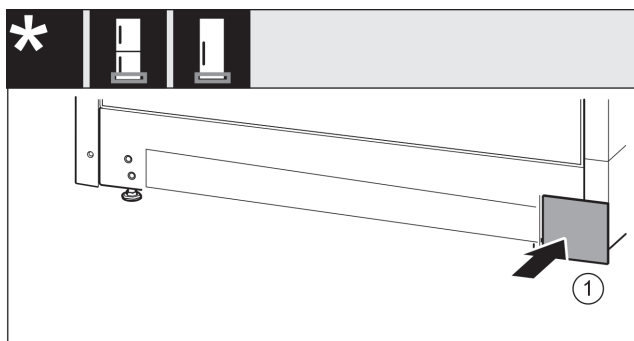

Fig. 17
- Kryt opět nasadte na druhé straně. Fig. 17 (1)